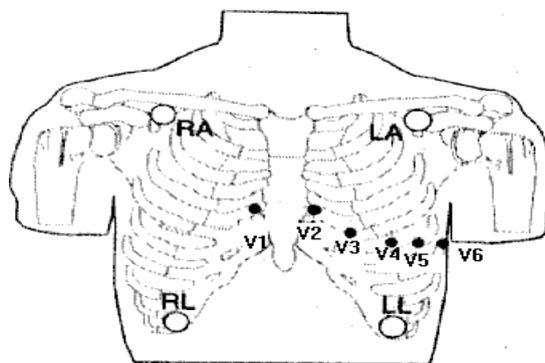

Figura III.2.7- Colocação dos *Eletrodos* de Monitoração
2. Aplicar os *eletrodos* de monitoração no corpo do *paciente*, conforme figura abaixo (Figura III.2.7).
3. Conectar o *cabo de paciente* aos *eletrodos* de monitoração, obedecendo à codificação de cores abaixo (Figura III.2.7).